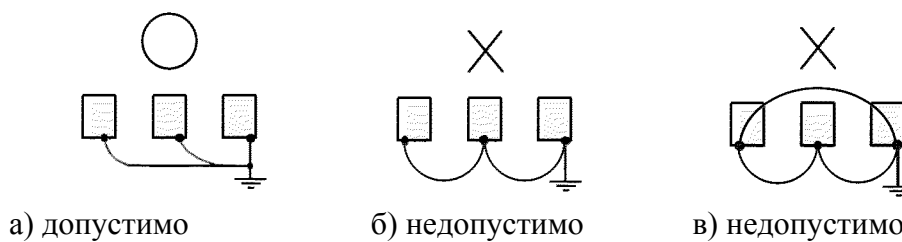

Рис. 5. Заземление трех преобразователей.
(3) Заземление
- При использовании рядом нескольких преобразователей EI-9001 заземляйте их, как показано на рис. 5 (а), и ни в коем случае, как на рис. 5 (б) или 5 (в).